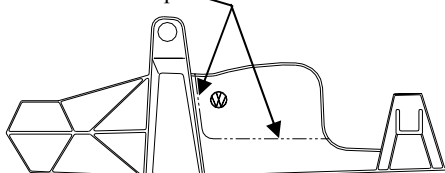

Figure 3
- Découper le carénage à proximité du tuyau d'échappement côté conducteur, comme illustré à la Figure 3. Obtenir l'approbation du propriétaire du véhicule avant le découpage.